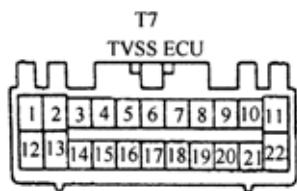

图 9-250
(2) 检查线束(TVSSECU 防盗指示灯)，如图 9-250 所示。